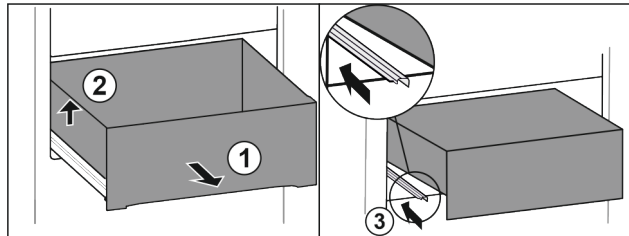

Fig. 74
- ▶ Schubfach bis zum Anschlag herausziehen. Fig. 74 (1)
- ▶ Schubfach links anheben. Fig. 74 (2)
- ▶ Linke Schiene einschieben. Fig. 74 (3)